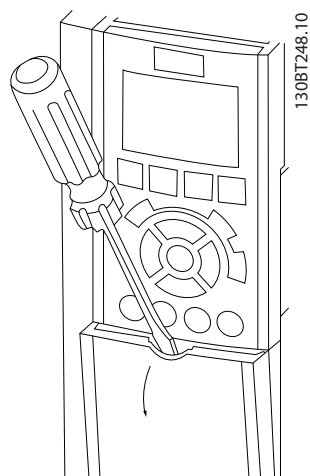
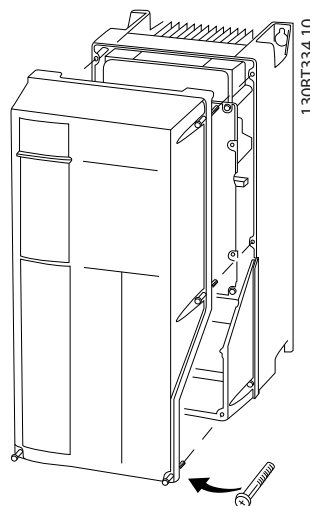

图 4.4 检视 IP20 和 IP21 机箱的线路
图 4.5 检视 IP55 和 IP66 机箱的线路
- 使用螺丝刀（如图 4.4 所示）或拧松固定螺钉（如图 4.5 所示）拆下盖板。